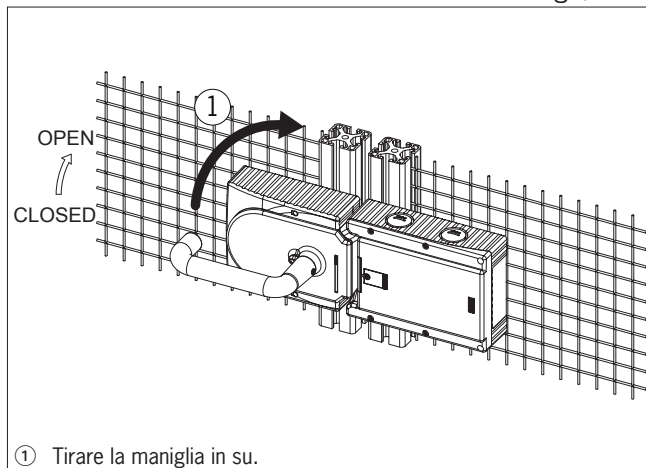

Fig. 9: Modificare la direzione di azionamento, passo ①
- › Per i ripari con cerniere a sinistra il sistema viene installato praticamente al contrario. Cioè il riparo di protezione si apre tirando in su la maniglia (vedi fig. 9). Per questo motivo è necessario modificare la direzione di azionamento della maniglia del riparo (vedi figg. 9 - 14).